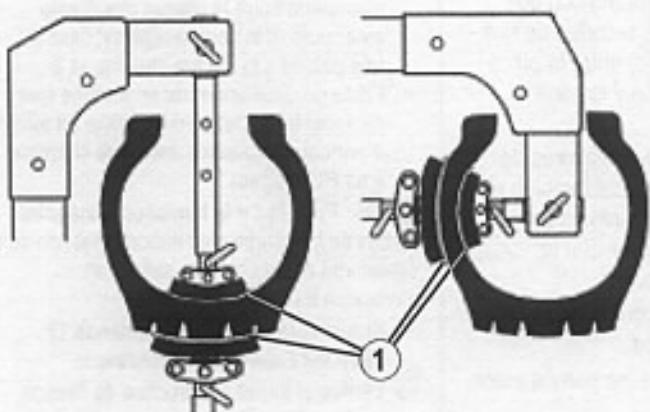

Bild 36 / Fig. 36
The appropriate contour plates have to be put between the heating plate and the tyre inside and outside (Fig 36, Pos. 1)!
Coloque los segmentos de contorno apropiados entre las placas calefactoras y el neumático, por dentro y por fuera. (fig.36, pos.1).
Mettre les tôles galbées appropriées entre les plaques chauffantes et le pneu à l'intérieur ainsi qu'à l'extérieur. (fig.36, pos.1).
Zwischen Heizplatte und Reifen müssen außen und innen passende Konturbleche (Bild 36, Pos. 1) eingelegt werden!